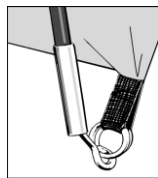

Figura 1
4. Collocare un'estremità di ciascuno dei paletti diagonali nel sistema anello-perno nell'angolo del telo impermeabile (vedere figura 1).